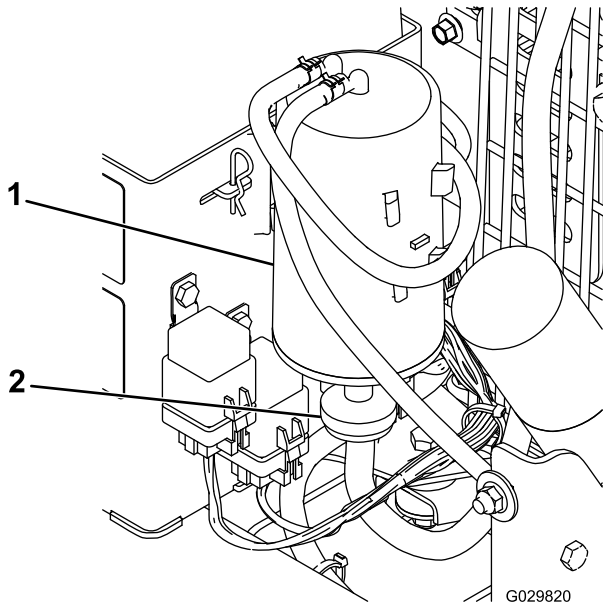

Figura 13
2. Togliete il filtro dell'aria del canister a carboni attivi e scartatelo (Figura 13).